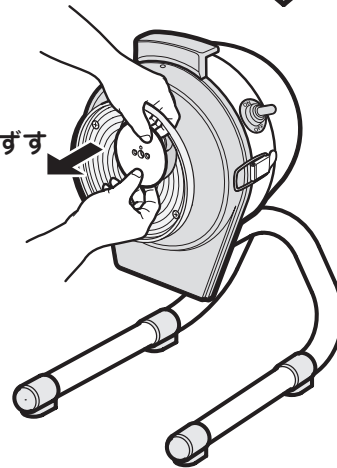

図3
- ⑤ 丸刃を手前にずらして回転盤との隙間を開けて、もう一方の手で丸刃をつまんで前方にはずしてください。(図3)